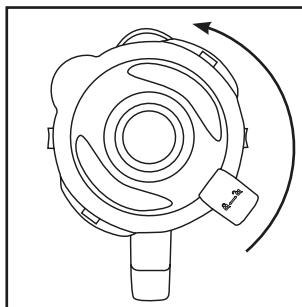
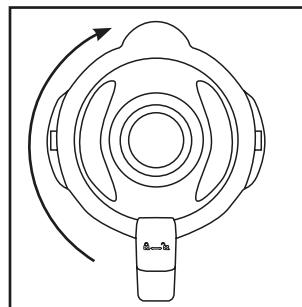

Fig. 1
Fig. 2
- 1) Tournez le bol mixeur **③** dans le sens anti-horaire jusqu'à ce que la flèche  située sous la poignée du bol mixeur se trouve sur la position . Détachez le bol mixeur **③** tout droit vers le haut du bloc moteur **⑥**.
- 2) Retirez le couvercle **②** en le tournant dans le sens anti-horaire en direction de la position  (voir fig. 1), jusqu'à pouvoir le retirer par le haut.
- 3) Remplissez le bol mixeur **③**.
- 4) Appuyez à nouveau fermement le couvercle **②** sur le bol mixeur **③** de manière décalée. Refermez le couvercle **②** en le tournant dans le sens horaire jusqu'à ce qu'il encrante audiblement en position  (voir fig. 2). Veillez à ce que le bec verseur du bol mixeur **③** soit fermé. Le moteur ne peut démarrer que si le couvercle **②** est posé de manière alignée.